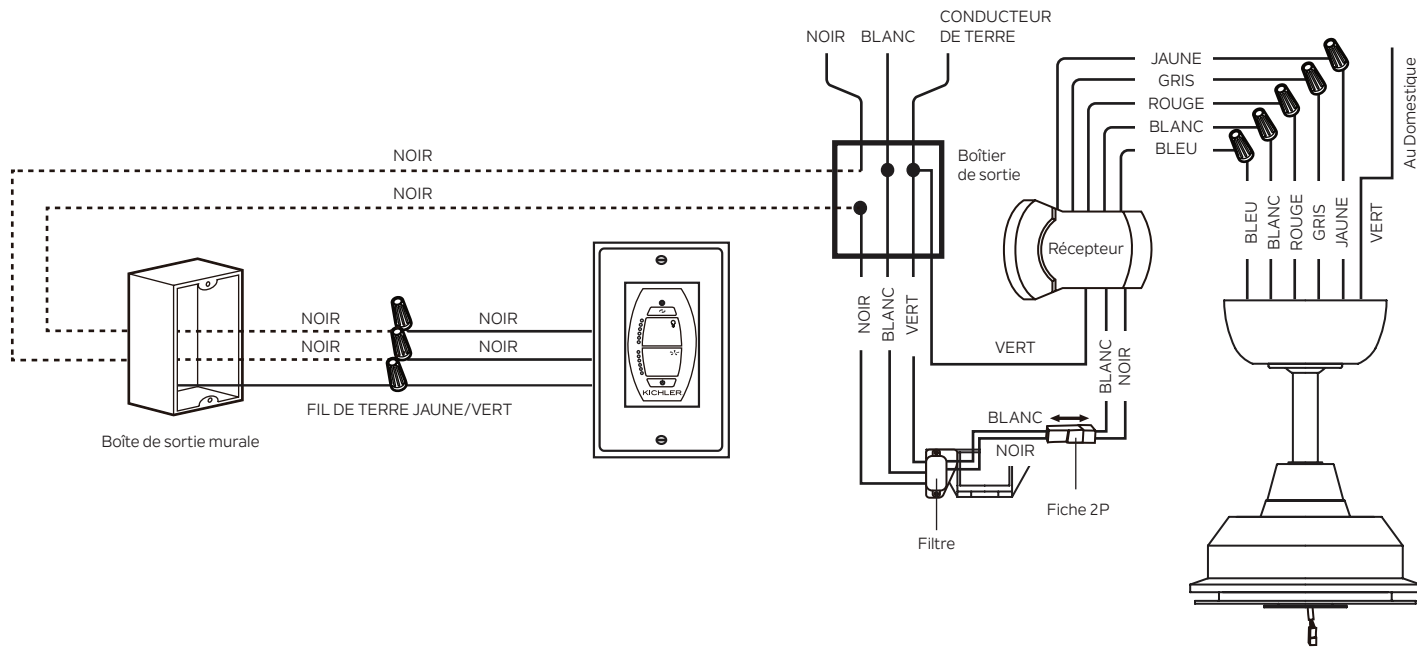

Fig. 13
Effectuez chacune des connexions de fils illustrées à la figure 13. Fixez chacun d'entre eux avec les écrous de fil fournis.
**Étape 1.** Raccordez le fil bleu du ventilateur (moteur) au fil bleu du récepteur; le fil blanc du ventilateur (moteur) au fil blanc du récepteur; le fil rouge du ventilateur (moteur) au fil rouge du récepteur; le fil gris du ventilateur (moteur) au fil gris du récepteur. (Fig. 13)
**Étape 1.** Emboîtez les fiches de connexion des fils 2-P du récepteur et du filtre : Noir au noir, blanc au blanc. (Fig. 13)
**Étape 1.** Le fil noir (VERS MOTEUR L) de la commande murale au fil noir de la boîte de sortie murale. (Fig. 13)